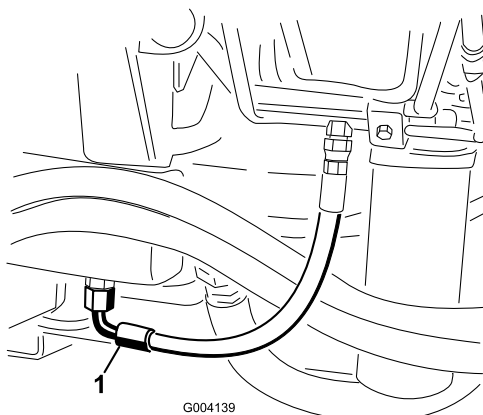

Figure 77
2. Placez un grand bac de vidange sous le raccord monté au bas du réservoir de liquide hydraulique (Figure 77).